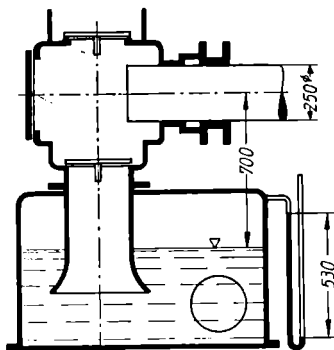

Bild 214
29. Ein am Saugwindkessel der skizzierten Pumpe (Bild 214) angebrachtes Hebermanometer mit offenem Außenschenkel zeigt 530 mm Höhenunterschied der Queck-